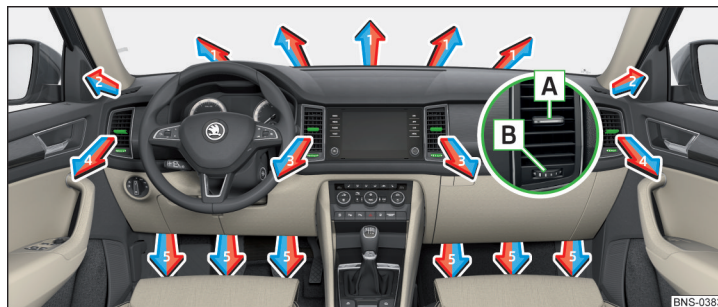
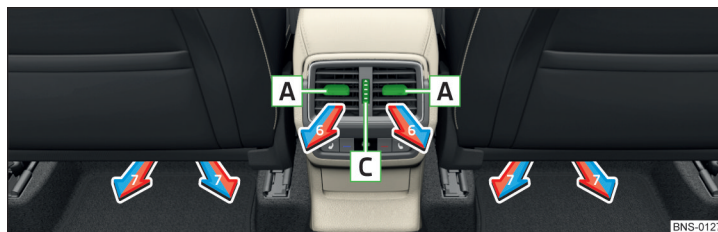

Fig. 167 Fantele de ventilație față
Fig. 168 Fantele de ventilație spate
La fantele de ventilație **3, 4** » **fig. 167** și **6** » **fig. 168** se poate modifica direcția curentului de aer, iar duzele se pot închide și deschide și individual.
Reglarea sensului de curgere a aerului are loc prin deplasarea servoelementului **A** » **fig. 167** resp. » **fig. 168** în direcția dorită.
- Rotiți regulatorul **B** » **fig. 167** spre dreapta.
- Rotiți regulatorul **C** » **fig. 168** în sus.
» Rotiți regulatorul **B** » fig. 167 spre stânga.
» Rotiți regulatorul **C** » fig. 168 în jos.
Setarea direcției fantei de ventilație	Fante de ventilație » fig. 167 și » fig. 168